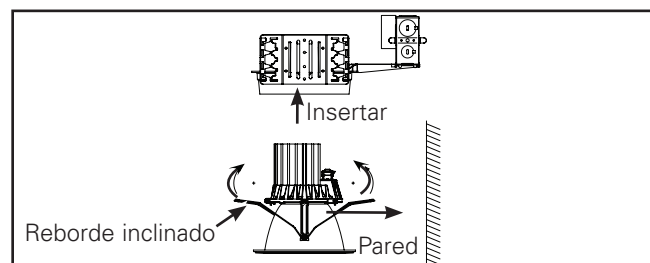

Figura 11.
2. Para la opción de montaje en pared, instale la unidad de la moldura con el reborde inclinado frente a la pared que desea iluminar. (Figura 11.).